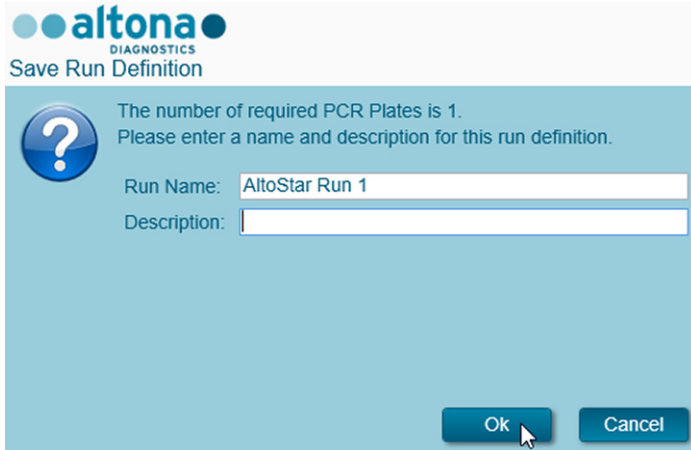

Figure 10: Boîte de dialogue Save Run Definition (Enregistrer la définition du run)
3. Cliquez sur le bouton **Create Run** (Créer un run) dans la barre d'outils de l'écran Programming (Programmation). La boîte de dialogue Save Run Definition (Enregistrer la définition du run) s'affiche (voir la figure 10).